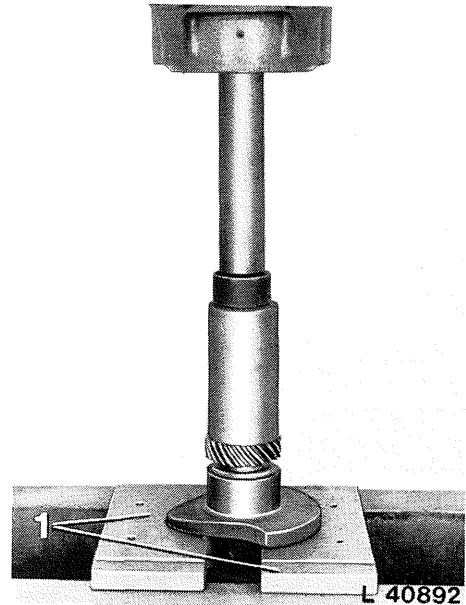

Fig. 2 – Emmanchement du pignon sur le vilebrequin
5. Si le pignon neuf est emmanché à l'aide d'une presse, caler le vilebrequin derrière la joue du premier maneton comme le montre la figure 2.